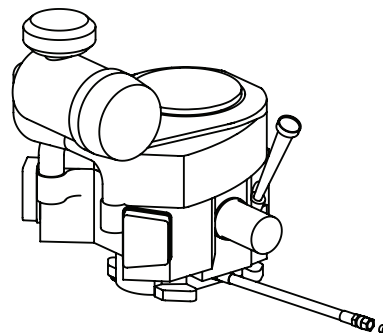

Fig. 20
2. Ubique la manguera de drenaje de aceite del motor (Fig. 20).
4. Mientras sostiene el extremo libre de la manguera de drenaje de aceite sobre el recipiente de recolección de aceite, desenrosque el tapón de la manguera del extremo de la manguera (Fig. 20). Drene el aceite del motor dentro del recipiente.